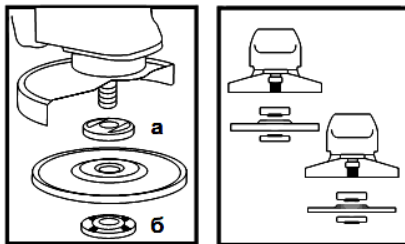

Рисунок 2
**4.4** Встановіть на виріб абразивний шліфувальний або відрізний круг. Для цього натисніть на кнопку фіксації шпинделя (1) і поверніть шпиндель до фіксації. За допомогою вилочного ключа з комплекту виробу відверніть і зніміть затиску гайку (б) (див. рис. 2). Встановіть шліфувальний диск на посадкове місце фланцевої шайби (а) (рис. 2), накрутіть затиску гайку на шпиндель і затягніть її ключем з комплекту виробу.